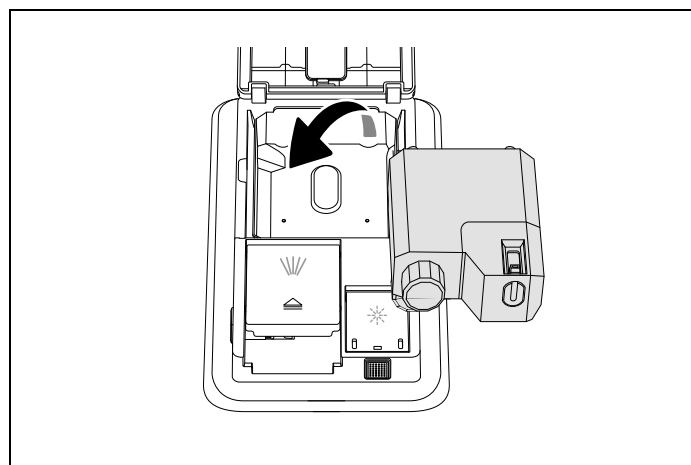

Fig. 69
- Placez le flacon de recharge ou un nouveau flacon comme indiqué Fig. 69.